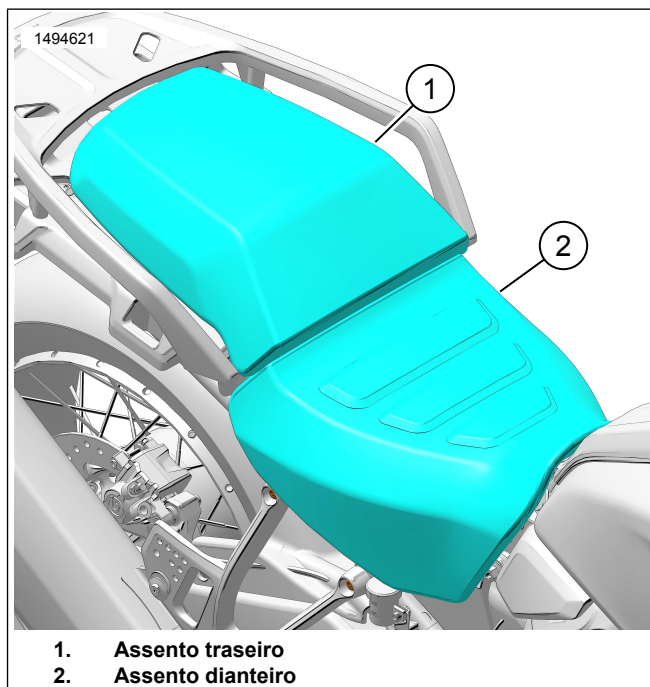

Figura 2. Assento
1. Ver a Figura 2. Remover o assento traseiro (1) e o assento do condutor (2). Veja o manual de serviço.
1. Ver a Figura 2. Instalar o assento do condutor (2) e o assento traseiro (1). Após instalar o assento, puxe o assento para cima para verificar que está seguro. Veja o manual de serviço.